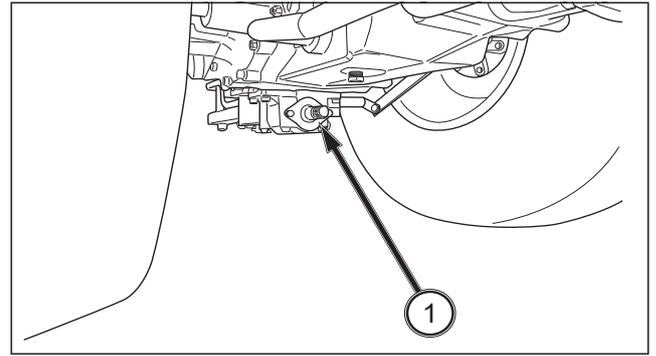

FIG. 91
FIG. 91: La TDF media (1) (15 ranuras, 25 mm) se encuentra en la parte inferior de la transmisión y está orientada hacia delante. La TDF media proporciona potencia al implemento accionado por la TDF montada en el centro o en la parte delantera.